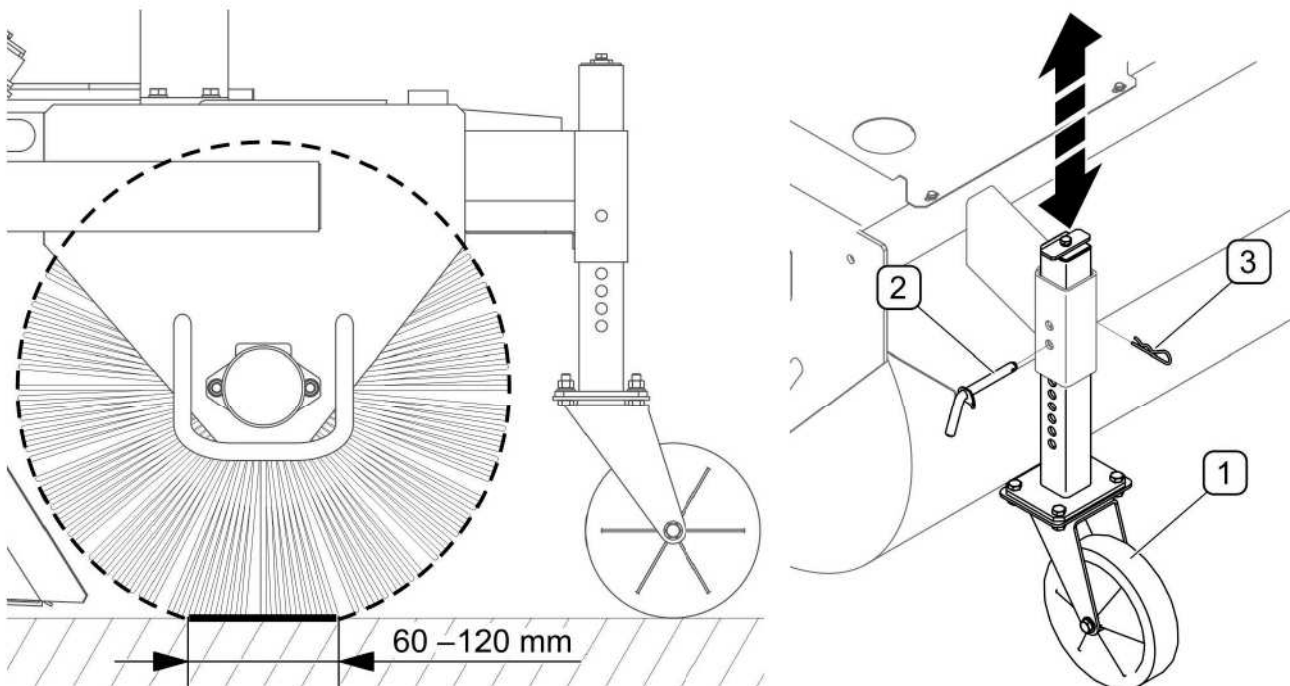
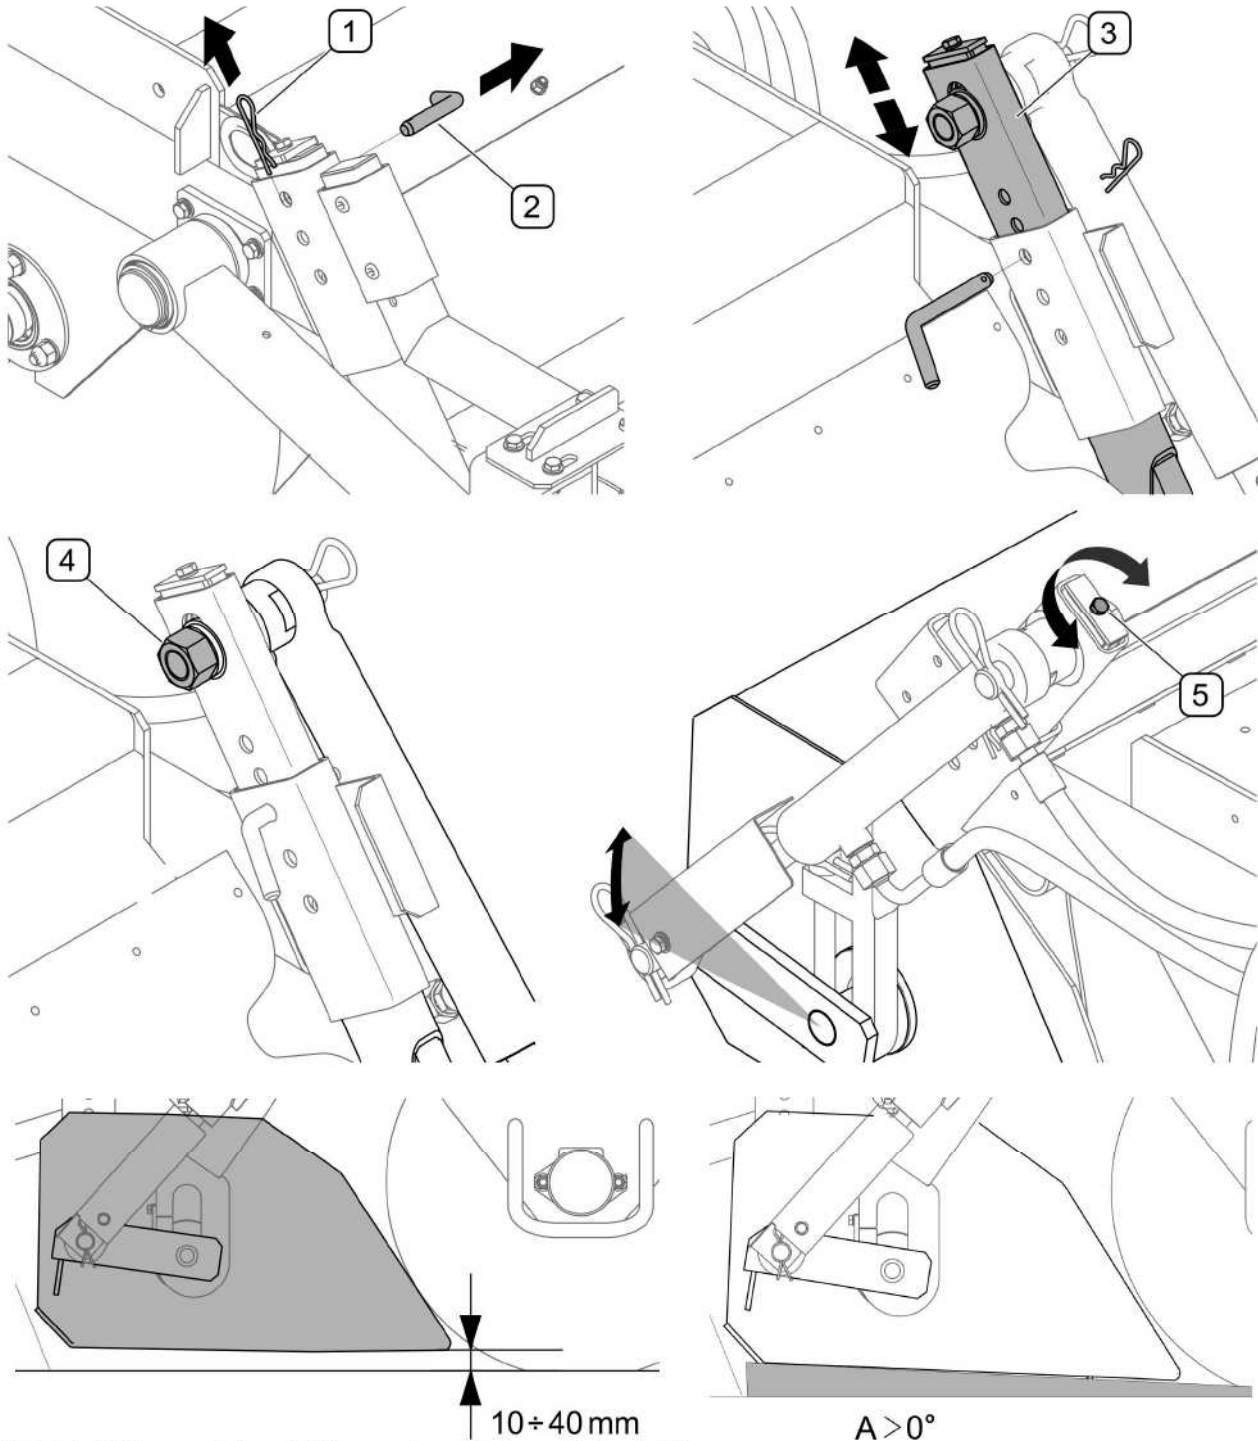

ABB. 5.1A Einstellen der Andruckkraft der Kehrwalze
ABB. 5.2A Einstellung des Schmutzbehälters
Die Kehrwalze muss in Abhängigkeit von ihrem Verschleiß entsprechend eingestellt werden. Die Andruckfläche der Kehrwalze muss sich in einem Bereich zwischen 60 bis 120 mm befinden (ABB. 5.1A). Darüber hinaus kann die Kontaktfläche je nach Verschmutzungsgrad des Bodens eingestellt werden.
Die Einstellung der Kontaktfläche erfolgt durch die Einstellung der Stützräder (1) in ihren Führungen (ABB. 5.1A) und wird wie folgt durchgeführt:
- Den Sicherungssplint (3) und den Stift (2) herausziehen.
- Das Rad (3) in der Führung anheben oder absenken, sodass sich die Öffnungen decken.
- Den Stift (2) in die entsprechende Öffnung einführen und mit dem Splint (3) sichern.
Die Einstellung des Behälters (ABB. 5.2A) muss nach der Einstellung der Kehrwalze (ABB. 5.1A) und nach der Einstellung des Neigungswinkels des Behälters durchgeführt werden. Die Einstellung der Höhe des Behälters wird wie folgt durchgeführt: